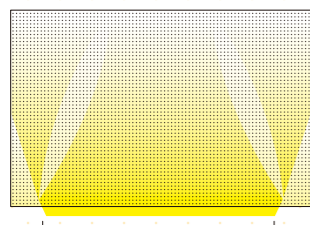

図1 LEDモジュールの両端部に光のすじが見える場合があります。
- ・加工の性質上、LEDモジュールの端から光のすじが見える場合があります。(図1)